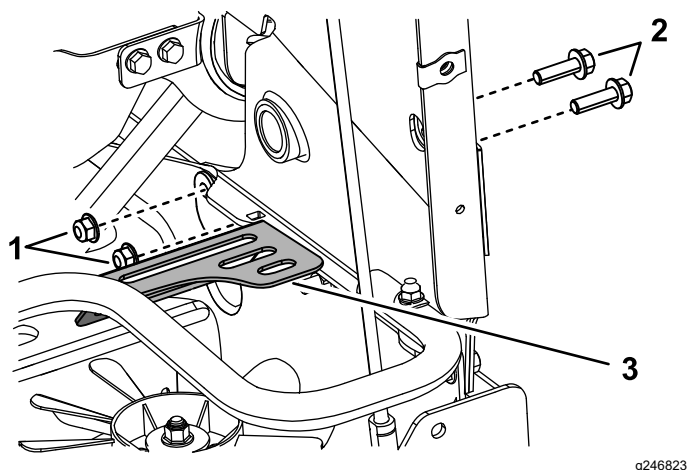

Figura 4
2. Retire y guarde los 2 pernos, las 2 tuercas y el protector derecho del ventilador (**Figura 4**).